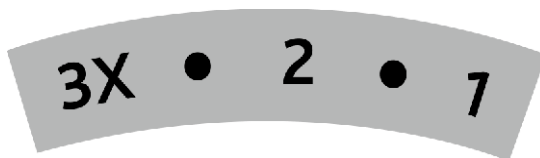

Рис. 12
2. Установите нужную передачу с помощью рычага коробки передач. Коробка передач культиватора имеет 2 передачи вперед (1 и 2), и одну назад (3X) (рис. 12).